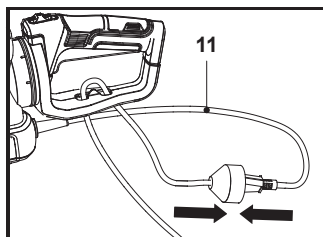

Fig. 4
3. Conectează cablul de alimentare (10) la mufa cablului prelungitor (Fig. 4).